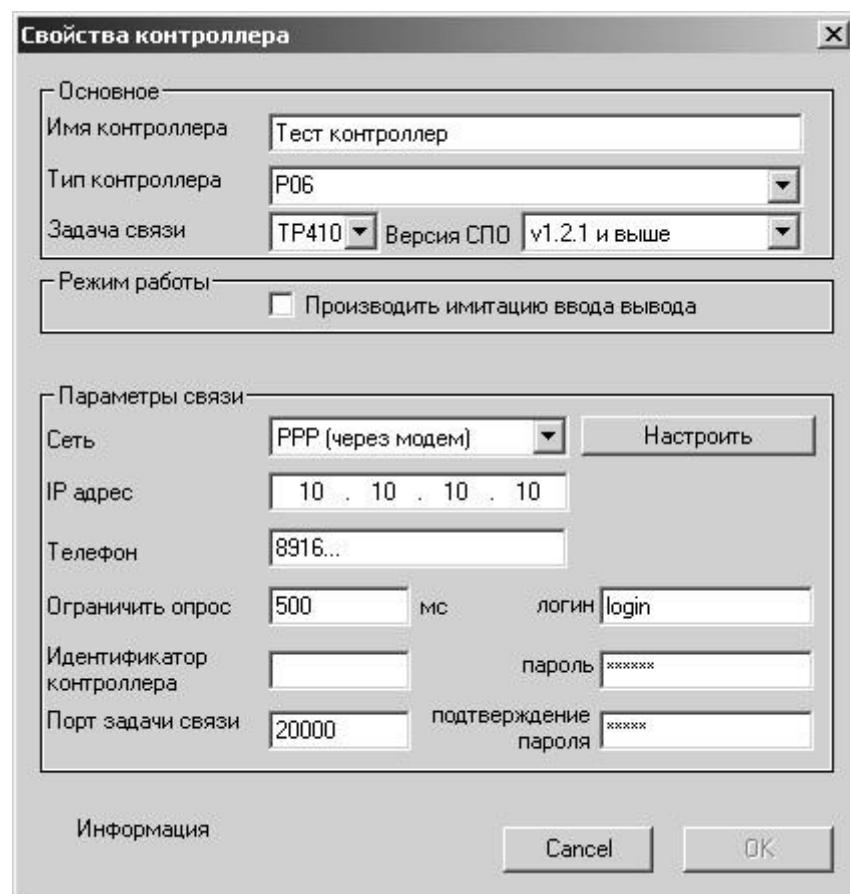
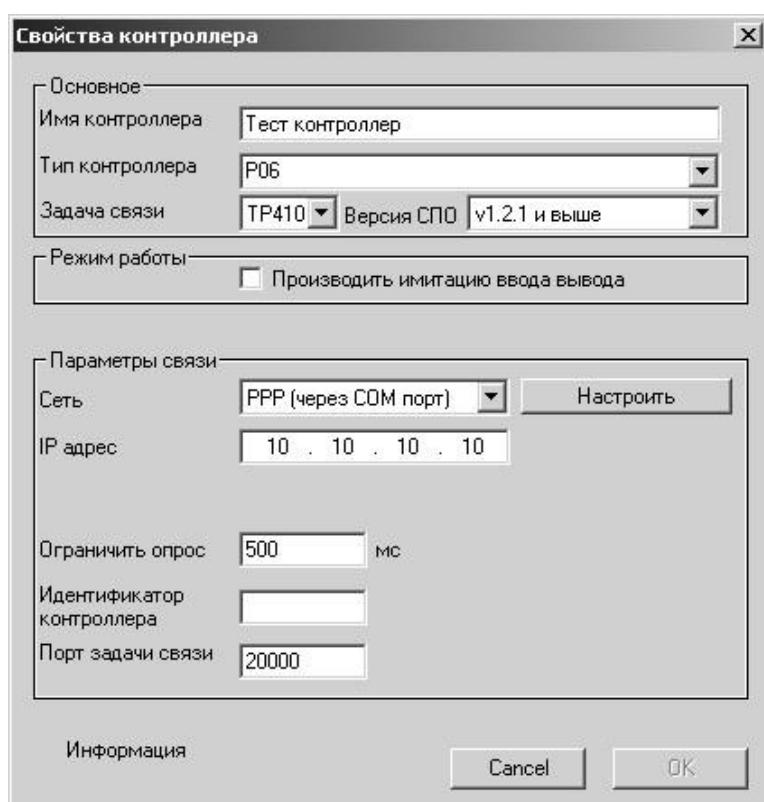
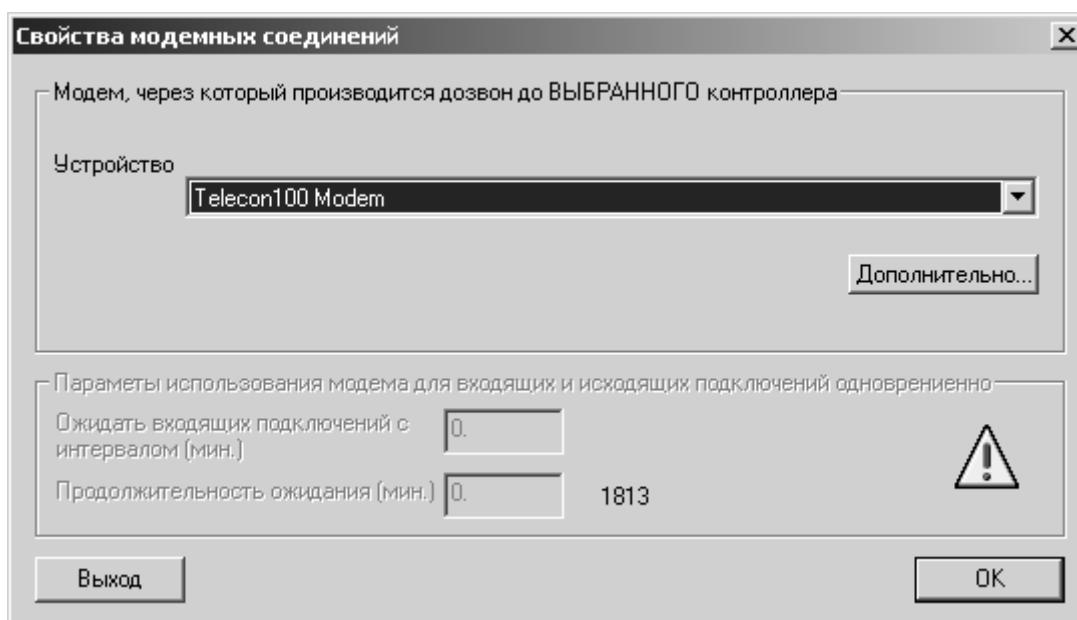

Рисунок 4.8 – PPP через модем
Рисунок 4.9 - PPP через СОМ-порт
Рисунок 4.10 - Свойства модемных соединений
- устройство, через которое производить подключение. Для того чтобы задать устройство, нужно нажать на кнопку «**Настроить**» (см. Рисунок 4.8) и в окне «Свойства модемных соединений» (см. Рисунок 4.10) задать необходимые параметры. После нажатия на кнопку «**OK**» будет произведено подключение к указанному модему, установлено соединение по протоколу PPP и начата работа с контроллером;
- СОМ-порт, через который производить подключение, для чего нажать на кнопку «**Настроить**» (см. Рисунок 4.9) и в окне «Свойства модемных соединений» (см. Рисунок 4.10) задать необходимые параметры. В системе должно быть сконфигурировано стандартное устройство «Последовательный кабель для связи компьютеров», которое должно быть подключено к нужному СОМ-порту. Именно его и нужно выбирать в окне «Свойства модемных соединений». После нажатия на кнопку «**OK**» будет произведено подключение через указанный кабель, установлено соединение по протоколу PPP и начата работа с контроллером.
При нажатии на кнопку «**Настроить**» (см. Рисунок 4.8 и Рисунок 4.9) происходит вызов окна настройки модемных соединений (см. Рисунок 4.10).